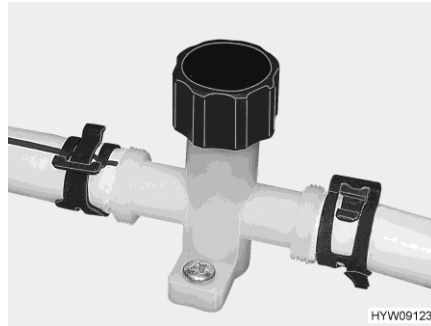
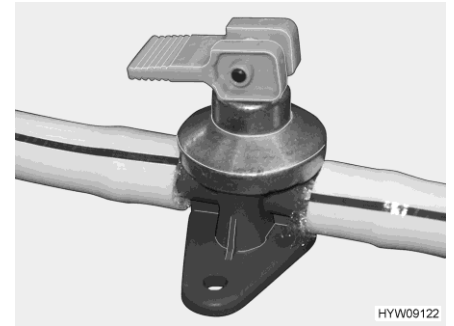

Bild 207 Avtappningskran (vattenledning)
Bild 208 Avtappningskran (varmvattenberedare Alde)
- Stäng avtappningskranarna (Bild 207 och Bild 208). Dra då till locket medurs eller ställ vipparmen vågrätt. Säkerhets-/avtappningsventilens och avtappningskranarnas monteringsställen anges i avsnittet 10.7 i slutet av detta kapitel.